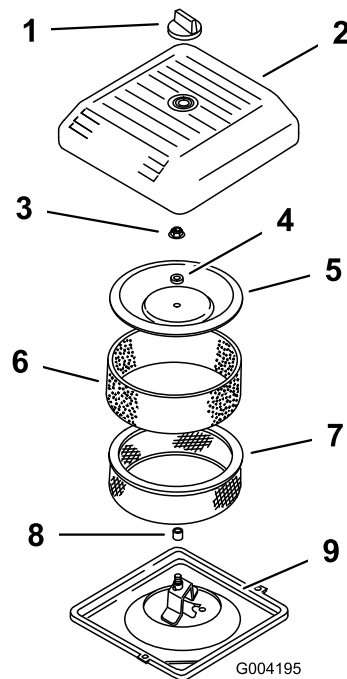

図 39
3. エアクリーナのカバーを固定しているノブを外し、カバーを取り出す(図 39)。